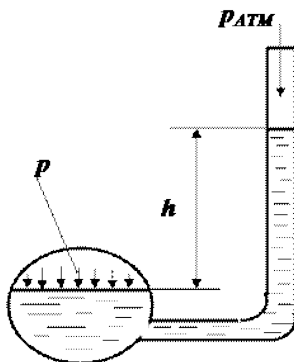

Рис. 2.3
2.11. Определите абсолютное давление воды в точке присоединения пьезометра если $h = 0,5$ м (рис. 2.3).
2.19. Определите избыточное давление масла в точке присоединения пьезометра если $h = 0,4$ м, плотность масла $\rho_m = 800 \text{ кг/м}^3$ (рис. 2.3).